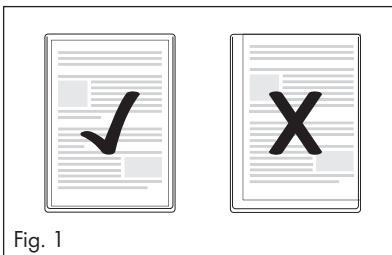

Fig. 1
- Vær opmærksom på, at alle dokumentets kanter skal have mindst to millimeters afstand til folielommens kant som vist på fig. 1.